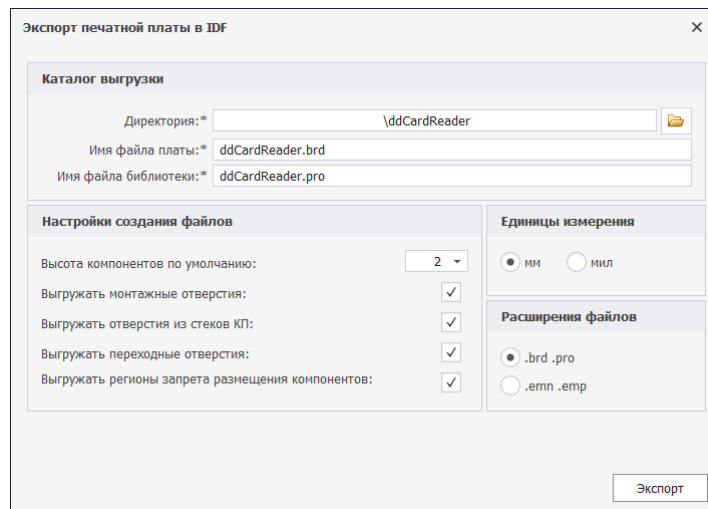

Рис. 87 Настройка параметров экспорта
2. В окне «Экспорт печатной платы в IDF» задайте параметры для экспорта, см. Рис. 87: